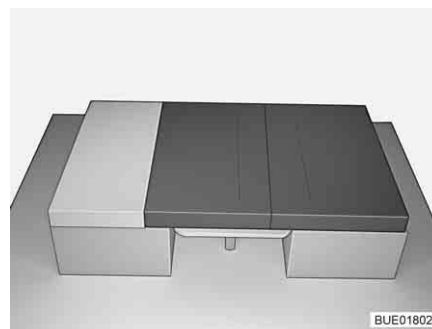

Fig. 115 Dopo la trasformazione
- Posizionare un cuscino dello schienale tra il cuscino del divano e la parete posteriore delle cassapanche (vedi Fig. 115).